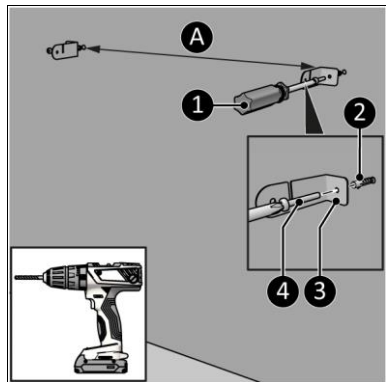

Abbildung 10
4. Bohren Sie zwei Löcher mindestens 610 mm über dem Boden und mit einem Abstand von (Abbildung 10, Pos. A):
5. Platzieren Sie die Wanddübel (Abbildung 10, Pos. 2).
6. Schrauben Sie eine linke und eine rechte Halterung (Abbildung 10, Pos. 3) mit einer großen Schraube (Abbildung 10, Pos. 4) mit einem Phillips Kreuzschlitzschraubendreher (Abbildung 10, Pos. 1) an die Wand.